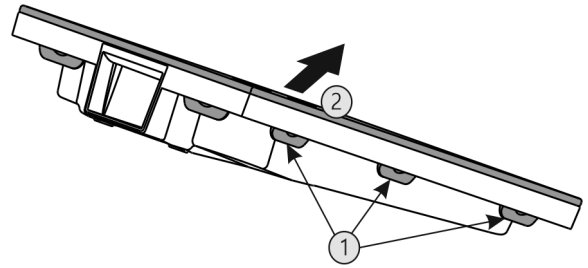

Fig. 32
- ▶ Appuyer sur toutes languettes Fig. 32 (1) l'une après l'autre et enlever le couvercle Fig. 32 (2).